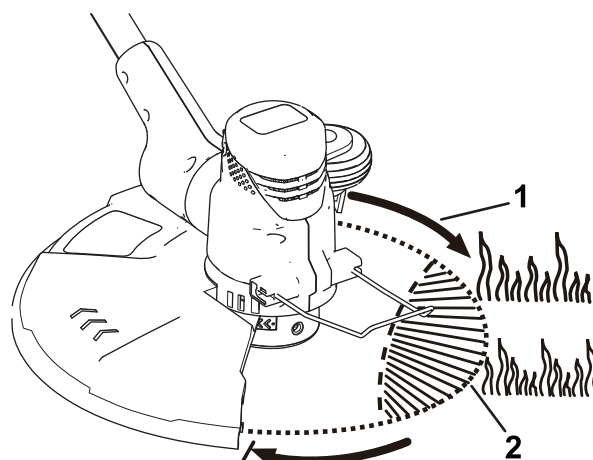

Figur 16
1. Tryck på roteringsknappen, vrid huvudet 90 grader och se till att det låses på plats (A i Figur 16).
2. Ställ trimmern på hjulet och börja kantklippa (B i Figur 16).